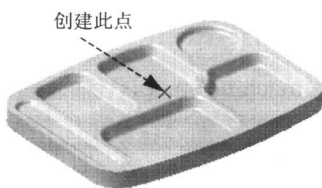

图 1.7 创建点
Step4. 创建如图 1.7 所示的点。
(2) 创建如图 1.7 所示的点。选择下拉菜单 **插入(I) → 线框 → 点** 命令，在系统弹出的“点定义”对话框中选择 **点之间** 方式，然后单击 **中点** 按钮。
(3) 单击“点定义”对话框中的 **确定** 按钮完成点的创建。